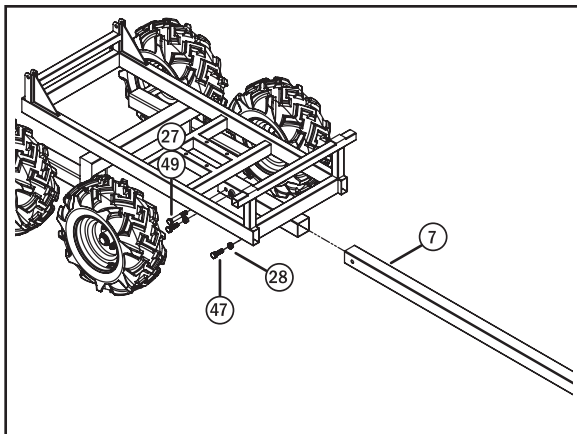

Fig. 5
Étape 9 : Installez la barre de remorquage. Installez la barre de remorquage (7) dans le châssis principal (1) comme indiqué sur la fig. 5. Alignez le trou à l'extrémité de la barre de remorquage avec le trou dans le châssis, puis utilisez le boulon M16 (49) et l'écrou de blocage M16 (27) pour le fixer solidement en place. Utilisez une clé dynamométrique et serrez le boulon et l'écrou à un couple compris entre 170 et 185 Nm (125 et 135 pi-lb). Placez un écrou M16 (28) sur un boulon M16 (47) et installez les boulons dans les deux trous filetés du châssis principal. Serrez-les entre 102 et 109 Nm (75 et 80 pi-lb), puis serrez les écrous pour empêcher les boulons de se desserrer.